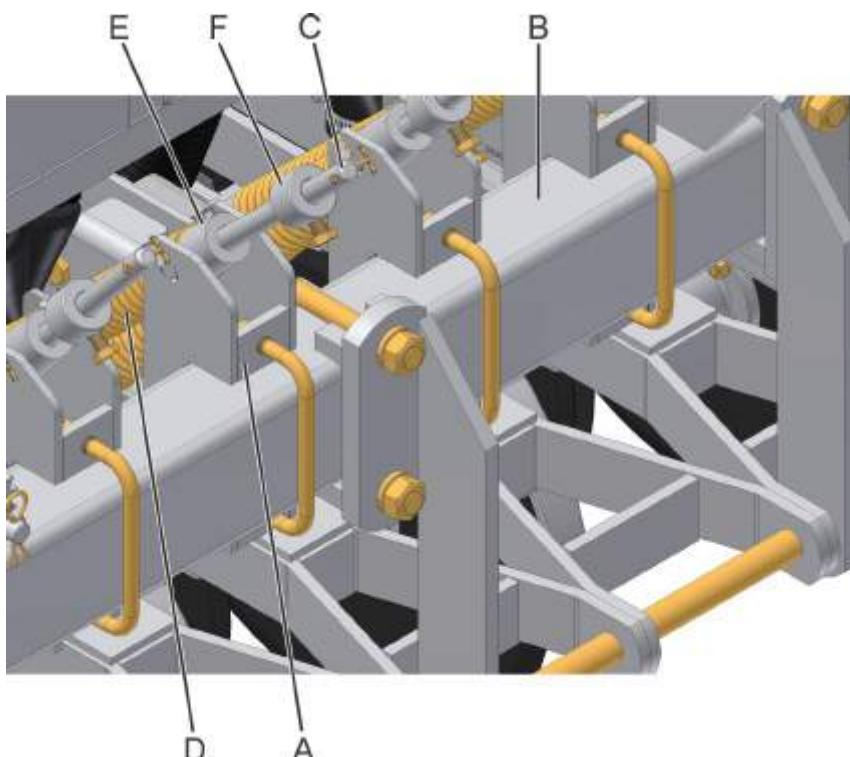

fig. 10
- 1-** Monte os suportes articuladores das linhas (A) (fig. 10), no tubo traseiro do chassi (B), deixando-os levemente apertados;
- 2-** Com a semeadora ainda suspensa nos cavaletes, coloque as hastes (C) com as molas (D) no orifício do articulador (E) e após fixe as varetas na linha sulcadora através de parafusos e porcas;
- 4-** Retire os cavaletes e abaixe a semeadora até o solo. Faça o reaperto final de todos os componentes e fixe as buchas (F) e coloque os contrapinos no furo superior das hastes;